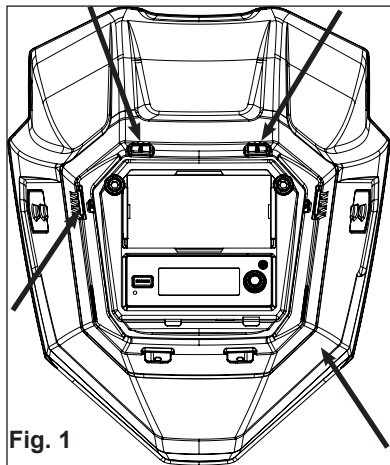

Fig. 1
1. From inside the face shield, press down the inner tabs inside the ADF helmet (**Fig. 1**). Push the tabs downwards and away from the face shield.
1. Depuis l'intérieur de la visière, appuyez sur les languettes intérieures situées à l'intérieur du casque ADF (**Fig. 1**). Poussez les languettes vers le bas et éloignez-les de la visière.
1. Desde el interior de la visera, presione hacia abajo las lengüetas internas del casco ADF (**Fig. 1**). Empuje las lengüetas hacia abajo y alejándolas de la visera.